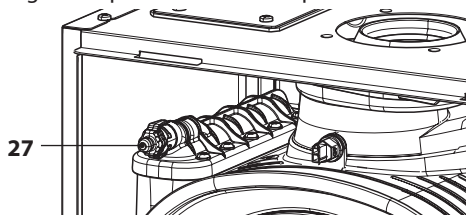
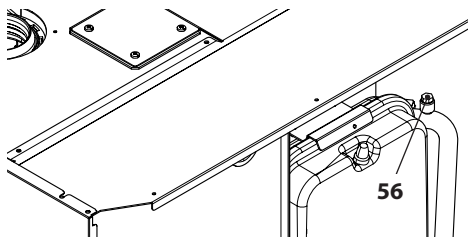

Figura 6.4
Figura 6.5
- Prima di allentare il raccordo di sfiato scambiatore primario condensante 27 in Figura 6.4 collegare un tubicino di scarico al portagomma per far defluire l'acqua in uscita.
- Allentare lo sfiato serpentino bollitore 56 (Figura 6.5).
- Riempire l'impianto di riscaldamento vedi sezione "Riempimento del circuito riscaldamento" a pagina 20 e richiudere il raccordo di sfogo scambiatore primario condensante 27 in Figura 6.4 e lo sfianto serpentino bollitore 56 in Figura 6.5 quando da questi ultimi inizia ad uscire acqua. Togliere il tubicino di scarico.